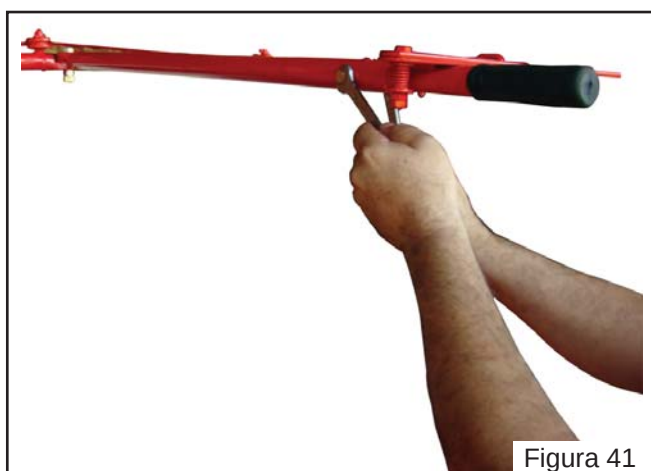

Figura 41
- Solte o parafuso que une a alavanca auxiliar e o prolongador da alavanca auxiliar (Figura 41);